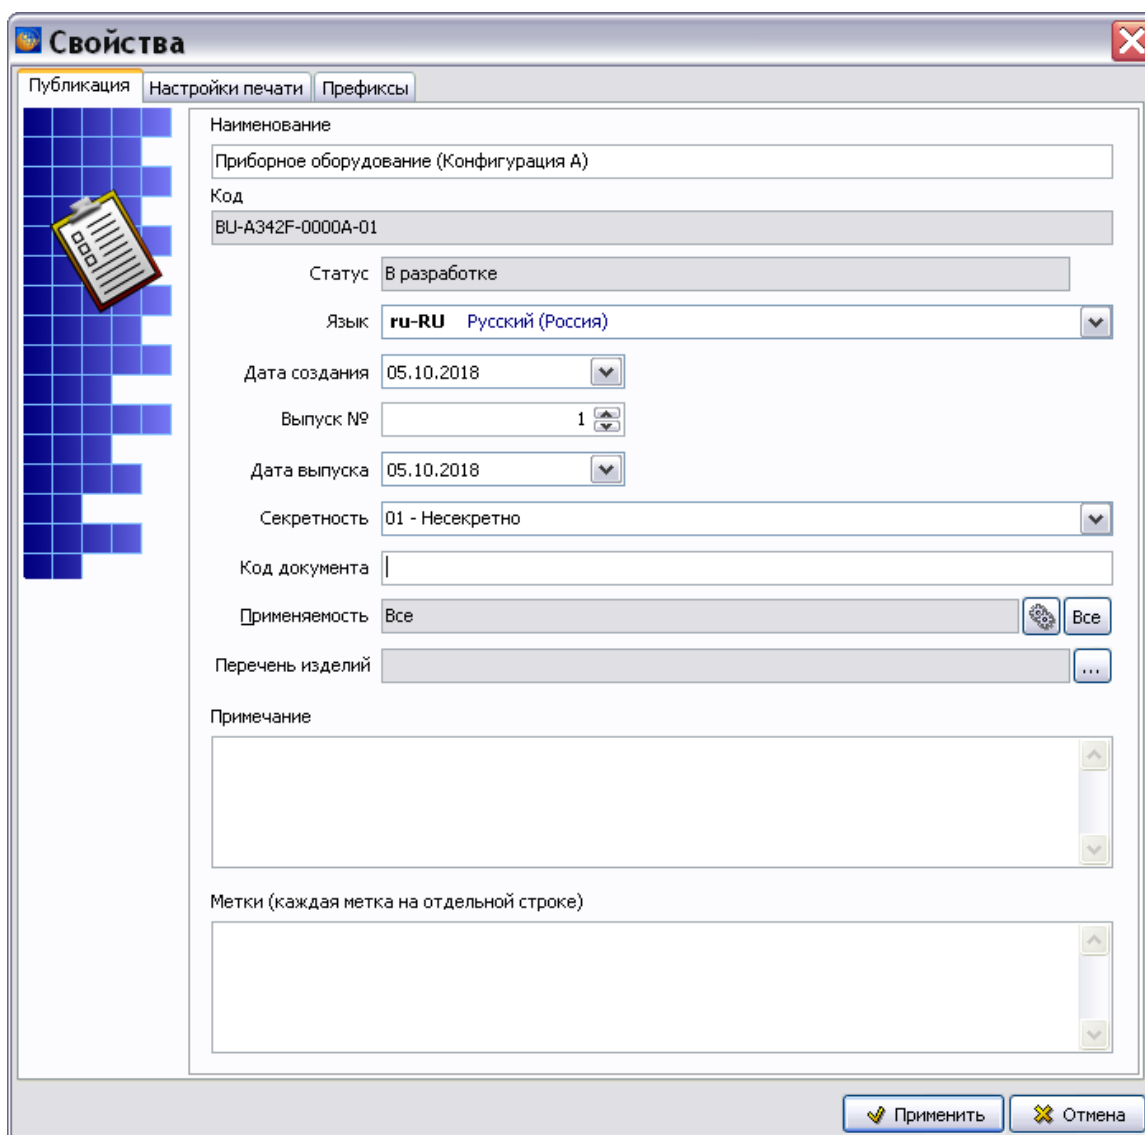

Рис. 18.12
7. Публикация может иметь несколько версий. Для создания версии выделите созданную публикацию и нажмите на кнопку **Добавить версию публикации** . После этого откроется окно **Свойства** (Рис. 18.12).